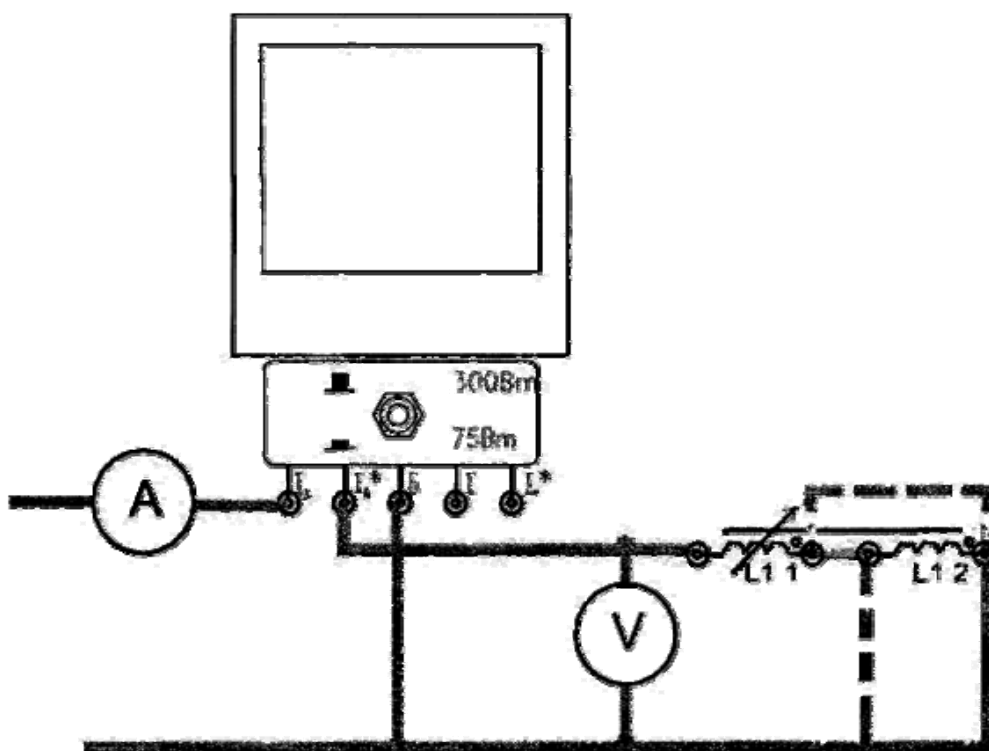

Рис. 11.2.
11.3.3. Собрать электрическую цепь для измерения взаимной индуктивности (рис. 11.2.).